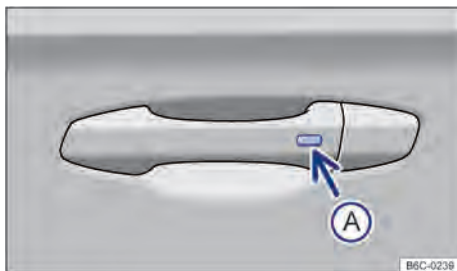

Fig. 56 Na maçaneta da porta: botão para destravar ou travar.
- 1 Pressionar o botão → Fig. 56 (A) no lado externo da maçaneta da porta.
- 2 Pressionar o botão → Fig. 56 (A) no lado externo da maçaneta da porta.
- Dentro de 5 segundos, pressionar o botão no lado externo da maçaneta da porta → Fig. 56 (A). Assim, não agarrar na maçaneta da porta. O sistema de travamento e partida Keyless Access sem chave está temporariamente desativado.